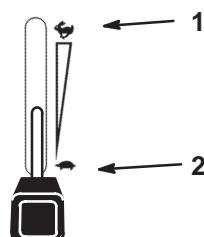

Figure 16
1. Désengagez la PDF (Fig. 16).
2. Réglez la manette d'accélérateur à mi-course entre les positions de ralenti et de régime maximum (Fig. 16).